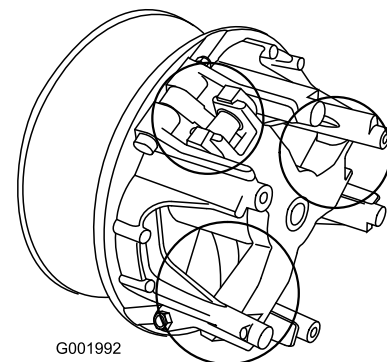

Figure 55
5. Lubrifiez les pièces mobiles aux endroits indiqués par des cercles à la Figure 55 avec du lubrifiant sec en aérosol de marque Toro, disponible auprès des concessionnaires ou distributeurs Toro agréés.